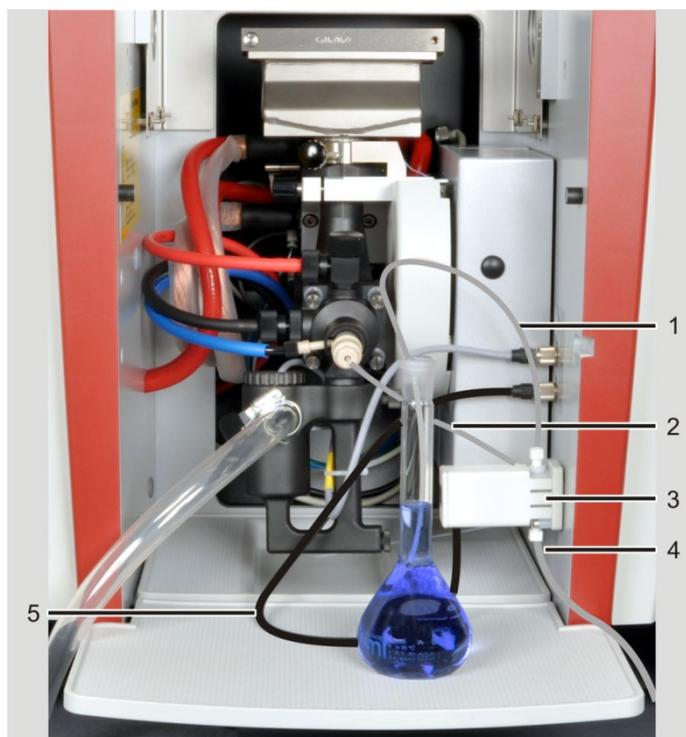

Fig. 46 SFS 6 per caricamento manuale dei campioni installato
- Tubo di media lunghezza nel raccordo superiore – collegamento al campione (1 in Fig. 46)
- Tubo corto nel raccordo di lato – collegamento alla cannula del nebulizzatore (2)
- Tubo lungo nel raccordo inferiore – collegamento alla soluzione di lavaggio (4)
3. Inserire il cavo di controllo (5 in Fig. 46) nella presa a due poli sulla parete del vano campioni.
4. Inserire il tubo corto (2) sulla cannula del nebulizzatore.
5. Immergere il tubo lungo (4) nel flacone di riserva con la soluzione di lavaggio.
6. Immergere il tubo di media lunghezza (1) nel recipiente del campione o collegarlo alla cannula di aspirazione del campionatore.